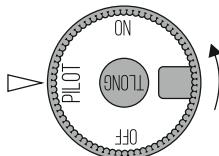

Рис. 24 Положение розжига
- 2 Нажмите и поверните против часовой стрелки ручку управления в положение «PILOT» (см. рис. 24). Нажмите ручку управления до упора и одновременно нажмайтe кнопку пьезовоспламенителя, пока не загорится запальная горелка. Удерживайте ручку в нажатом положении 20–30 секунд, пока не нагреется термопара контроля пламени.